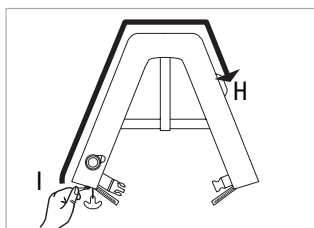
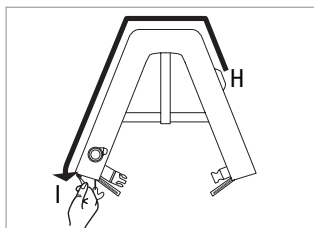

FIGURE 27 FAÇON 2 : VERS LE HAUT
FIGURE 28 FAÇON 2 : VERS LE BAS
- 8) Façon 2 : tirez la glissière (I) jusqu'à la butée (k) et sous le rabat de Velcro^{MD} (H) (Fig. 27). Fermez en tirant la glissière (I) en direction opposée de la fin de la glissière (Fig. 28). Assurez-vous que la chambre gonflable n'est pas coincée dans la glissière.